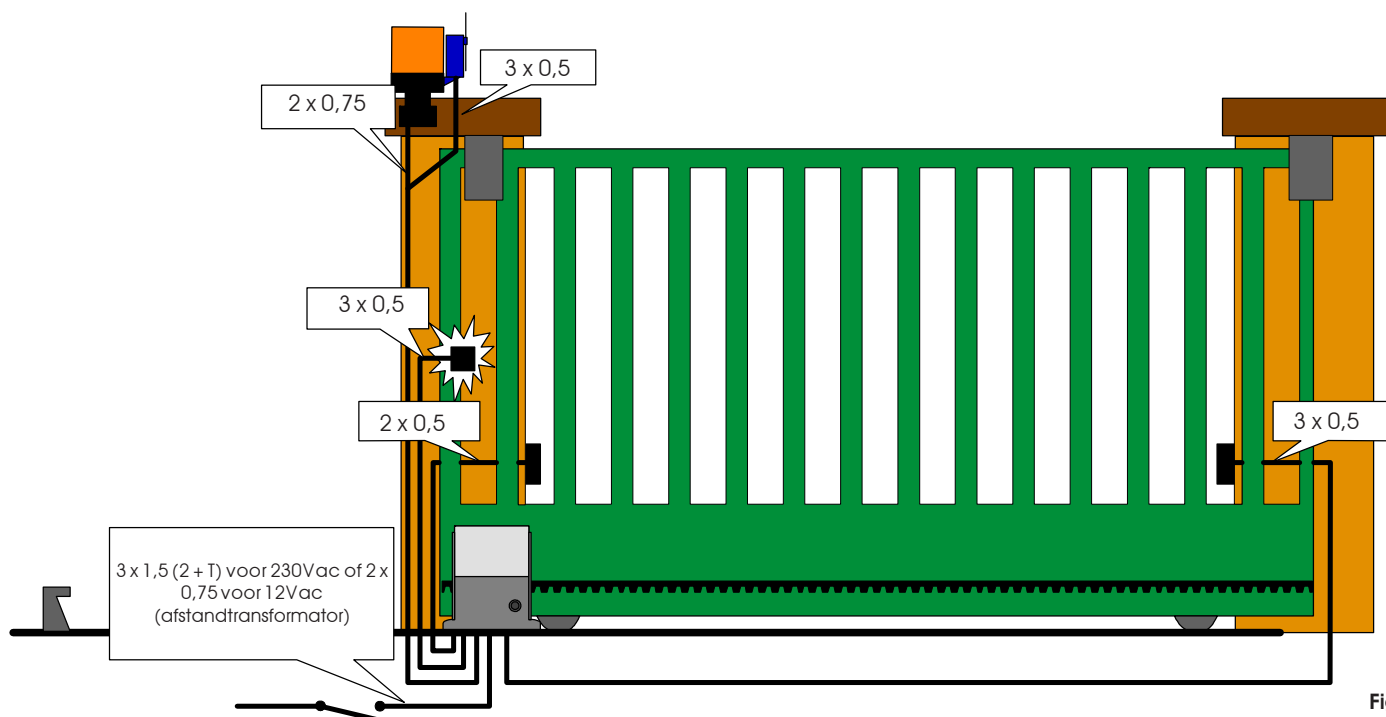

Fig. 4
- Leg de elektriciteitskabels aan voor verbinding met de accessoires en voor de elektrische voeding, zoals op fig. 4. Om de aansluitingen gemakkelijk tot stand te kunnen brengen, moeten de kabels met de nodige lengte uitsteken, om hen te kunnen aansluiten op het klemmenbord, de transformator en de decodeerkaart (indien aanwezig).